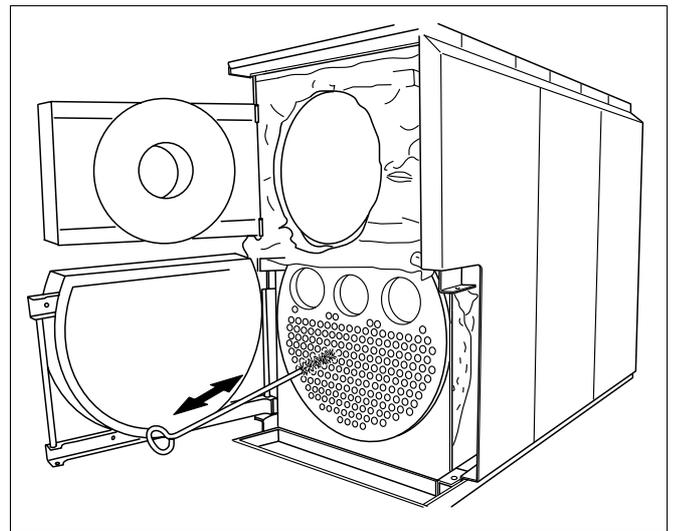

Fig. 30 Pulizia dei tubi di scambio termico
- Spazzolare i tubi di scambio termico (fig. 30).